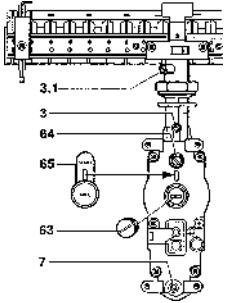

Рис. 51. ZSE/ZWE 24 – 3 MF K...
- В газоснабжающем предприятии узнать значение WOBBE индекса (W) и температуры сгорания (H.).
- Снять запломбированный колпак 65, рис. 51, с обоих газонастраечных винтов.
- Снять запломбированный колпак 65 (рис.51) с обоих винтов настройки газа.